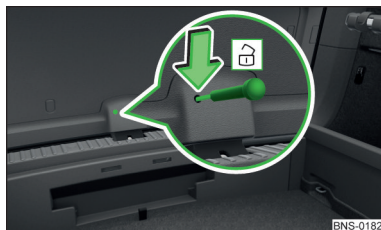

Fig. 359
- Introduzca un destornillador o una herramienta similar hasta el tope en la apertura del revestimiento de trampilla » fig. 359.